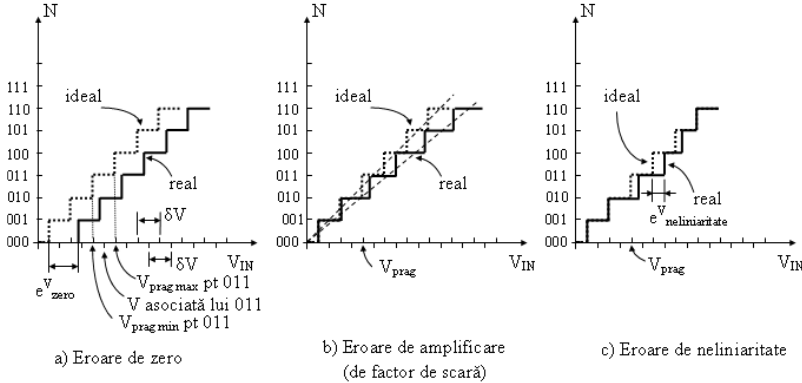

Figura 1 Principalele erori ale CAN-urilor
Caracteristica ideală a unui CAN este prezentată “punctat” în figura 1 (caracteristica CNA se obține prin inversarea axelor).
- eroare de zero: caracteristica de conversie nu trece prin origine (figura 1.a);
- eroare de factor de scară: caracteristica de conversie nu trece prin capul de scară, după corectarea erorii de zero (figura 1.b);
- erori de neliniaritate (figura 1.c), erori ce rămîn după corectarea celor două anterioare: